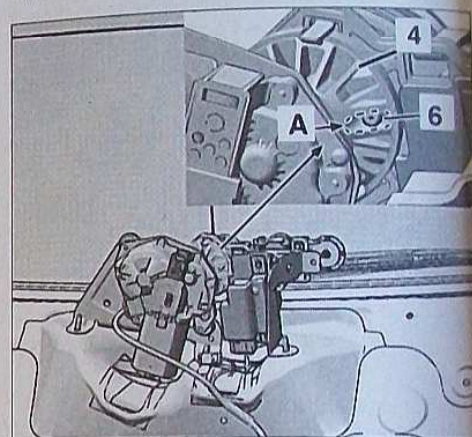

FIG. 43
Fermer la glace en prenant soin de bien positionner l'index (6) dans l'ajourage (A) du galet (4) (Fig.43).